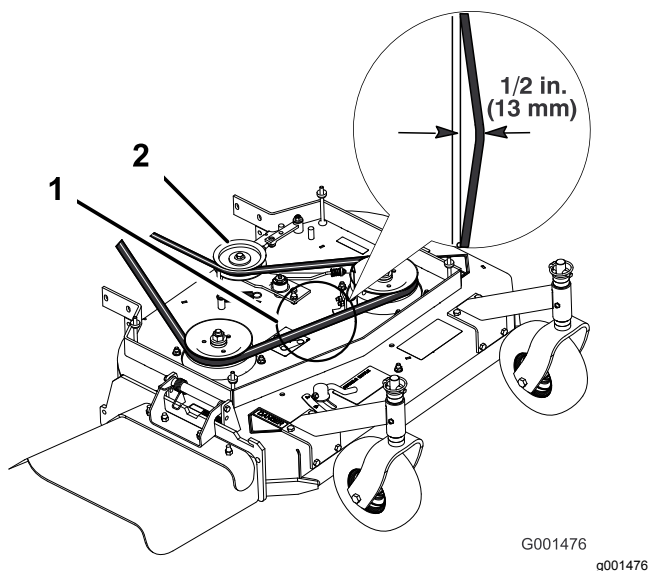
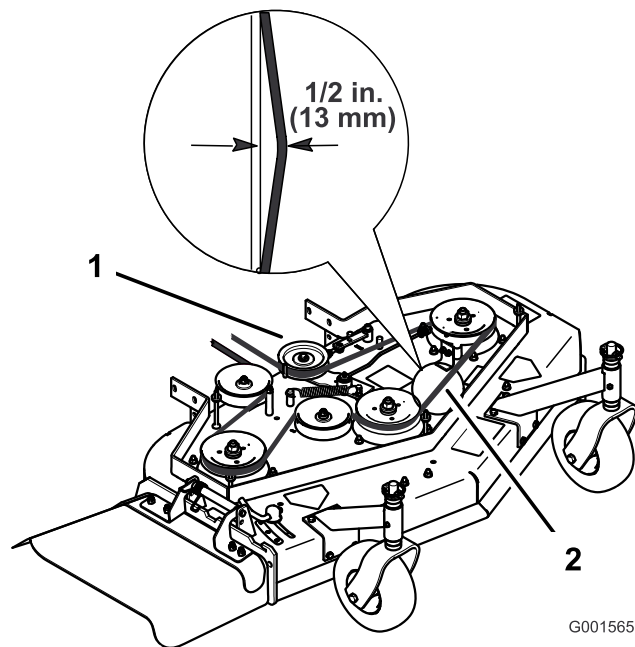

Figura 42
Figura 43
Nota: La tensión correcta de la correa del cortacésped es de 44 – 67 N·m (10 – 15 pies-libra) con la correa desviada 13 mm ($\frac{1}{2}$ ") en el punto intermedio entre las poleas (Figura 42 o Figura 43).
3. Afloje la contratuerca del tensor (Figura 42).
- Gire el tensor hacia la parte delantera de la máquina para reducir la tensión de la correa (Figura 42).
Nota: La tensión correcta de la correa del cortacésped es de 44 – 67 N·m (10 – 15 pies-libra) con la correa desviada 13 mm (½") en el punto intermedio entre las poleas (Figura 42).
- Gire el tensor hacia la parte delantera de la máquina para reducir la tensión de la correa (Figura 43).
Nota: La tensión correcta de la correa del cortacésped es de 44 – 67 N·m (10 – 15 pies-libra) con la correa desviada 13 mm ($\frac{1}{2}$ ") en el punto intermedio entre las poleas (Figura 43).